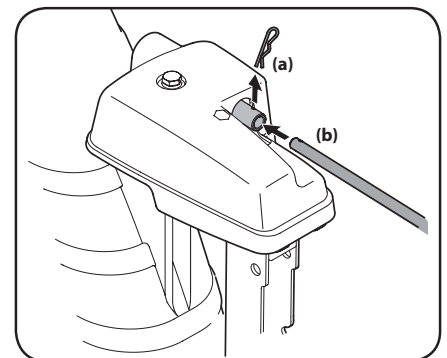

Figura 2-21
5. Retire el sujetador de horquilla (a) de la parte posterior del cabezal de control del canal. Consulte Figura 2-21.